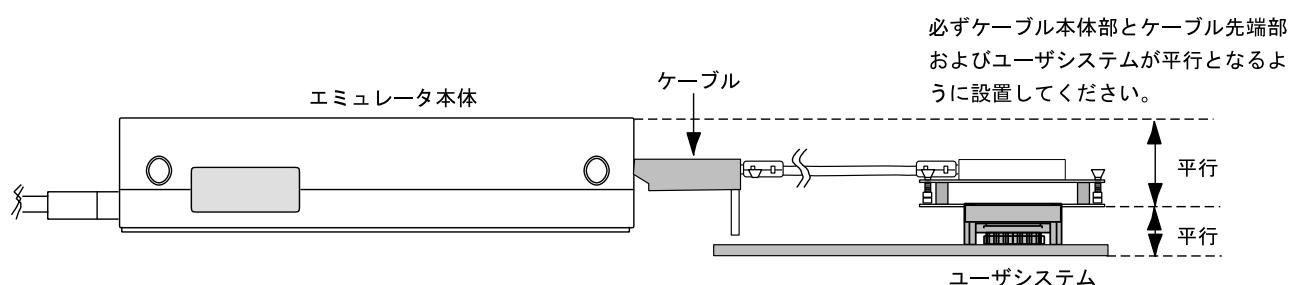

図11 設置例
- (1) ユーザシステムへの接続時には1ピン位置に十分注意して、誤接続は絶対にしないでください。
- (2) 本ユーザシステムインターフェースケーブルを使用する場合の推奨マウントパッド寸法は、MCU実装用マウントパッド寸法とは異なりますので注意してください。
- (3) 本ユーザシステムインターフェースケーブルは、HS3664EPI61Hエミュレータ専用ですので、他のエミュレータ本体には使用しないでください。
- (4) ケーブル本体部が断線する可能性がありますので、本ユーザシステムインターフェースケーブルの上に重いものや金属等の角の尖ったものを置かないでください。
- (5) ユーザシステムに接続した状態では、ユーザシステムインターフェースケーブル、特にケーブル先端部に無理な力が加わらないように注意する必要があります。図11の設置例を参照してご使用ください。